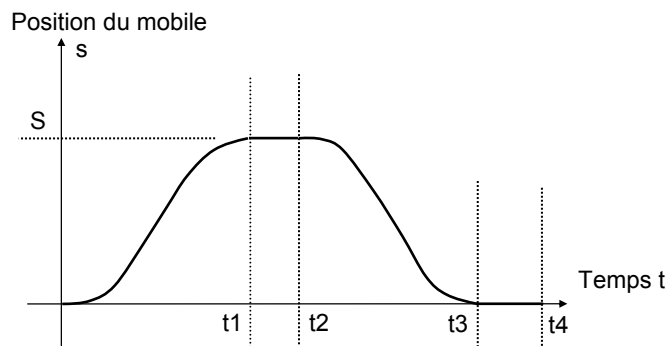

Figure 2 : loi de déplacement mobile
8. Si la composante  $Y_e$  est constante et négative, tracer l'évolution possible de la composante  $Y_{32}$  superposée à un graphe semblable à celui de la figure 2. Identifier les zones où on risque le décollement.